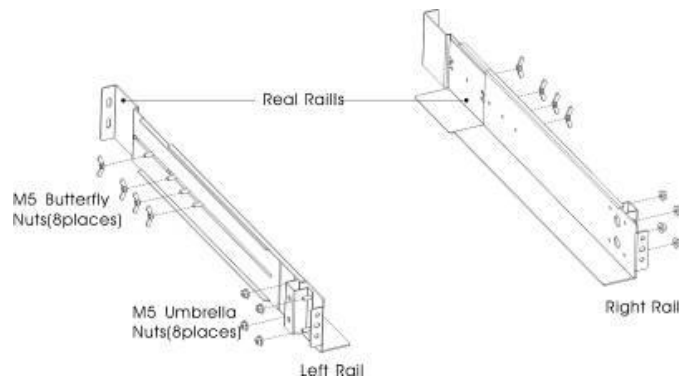

Figura 1
(1) Per installare le guide:
- a) Assemblare i binari sinistro e destro ai binari posteriori come mostrato nella Figura 1. Non serrare le viti. Regola le dimensioni di ciascuna guida in base alla profondità del tuo rack.
- c) Stringere quattro dadi M5 sul lato del gruppo binario (vedere Figura 1).